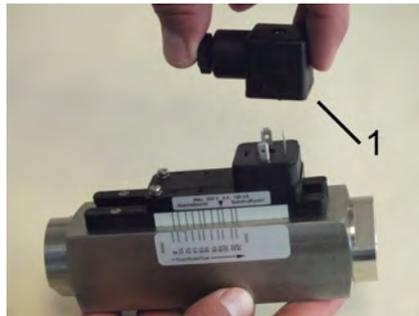

Abb. 66: Steckerdose abziehen
- 2.** ▶ Steckerdose mit dazugehöriger Dichtung (Abb. 66/1) nach oben abziehen